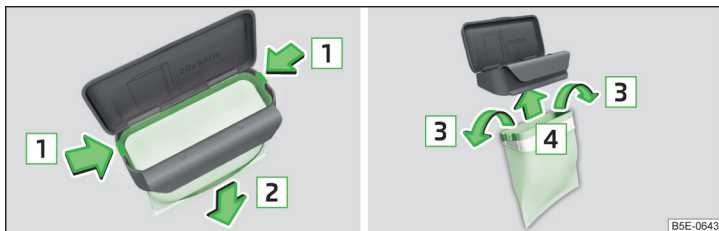

Abb. 118 Beutel ersetzen
- Die beiden Rastnasen am Rahmen in Pfeilrichtung **1** abdrücken » Abb. 118.